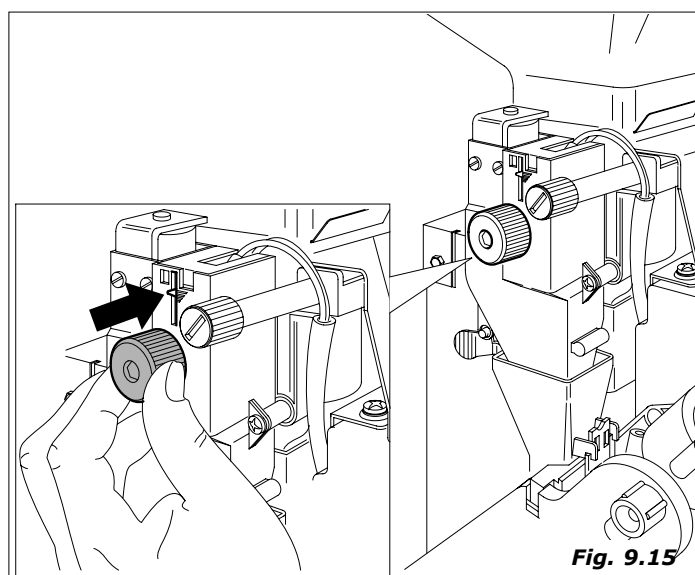

Fig. 9.15
- Gramaje del café molido. Variar la cantidad actuando sobre el botón puesto en el dosificador (Fig.9.15).